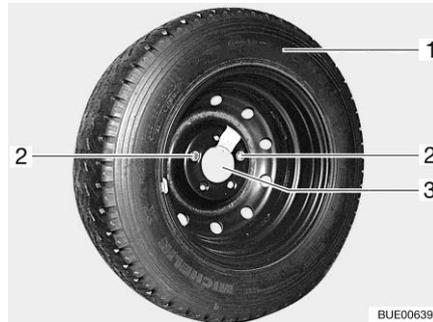

Fig. 231 Soporte para rueda de repuesto en el garaje trasero
- Aflojar los dos tornillos de fijación (Fig. 231,2) con las herramientas de a bordo y extraerlos.
- Retirar la rueda de repuesto (Fig. 231,1) del soporte (Fig. 231,3).